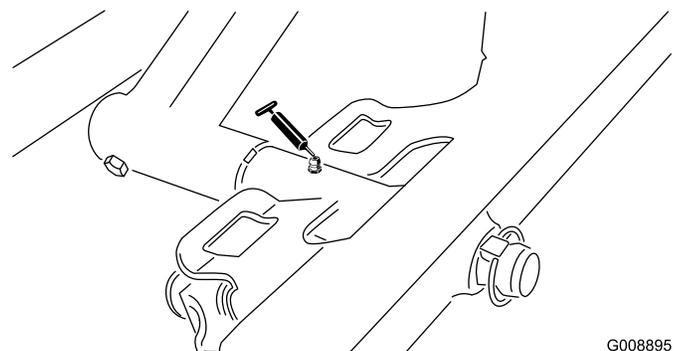

Bild 31
- Drehbüchsen am vorderen Mähwerk (Bild 31)